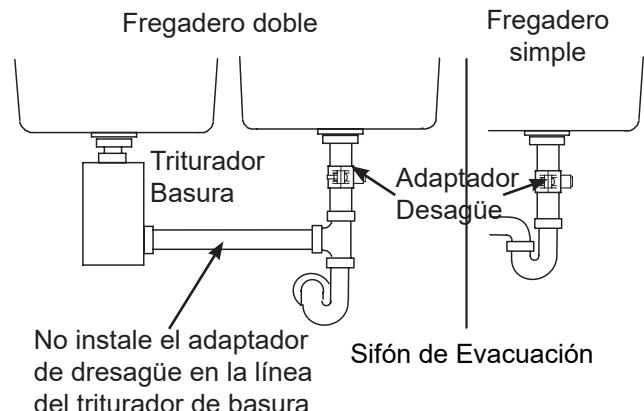

FIG. 6
**Instalar la abrazadera de desagüe incluida con el aparato (ver fig. 6 y 7).** Esta debe instalarse en caso de una instalación bajo el fregadero. La abrazadera de desagüe se instala en el tubo de evacuación del fregadero, por encima del sifón (Ver fig. 6).
El adaptador de drenaje incluido con su sistema RO está diseñado para ajustarse a un tubo de desagüe de diámetro de 1-1 / 2 «(3.8 cm). La abrazadera de evacuación se instala siempre en el tubo de evacuación, por encima o antes del sifón (fig. 6). Asegurarse de respetar la reglamentación local en materia de fontanería.